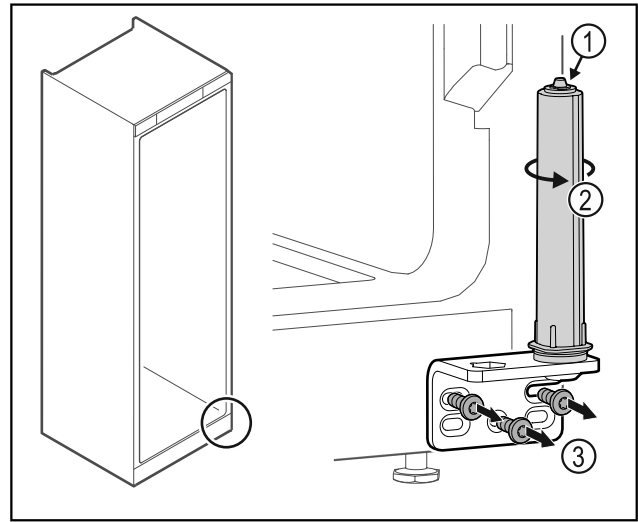

Fig. 38
- Älä pura oven sulkuyksikköä Fig. 38 (1).
- Kierrä sulkuyksikköä Fig. 38 (2), kunnes se naksauttaa.
- Irrota saranakulma Fig. 38 (3).